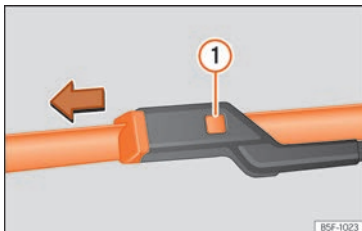

Abb. 85 Scheibenwischerblätter vorne auswechseln.
- Entriegelungstaste »» **Abb. 85** ❶ gedrückt halten und gleichzeitig das Scheibenwischerblatt in Pfeilrichtung abziehen.